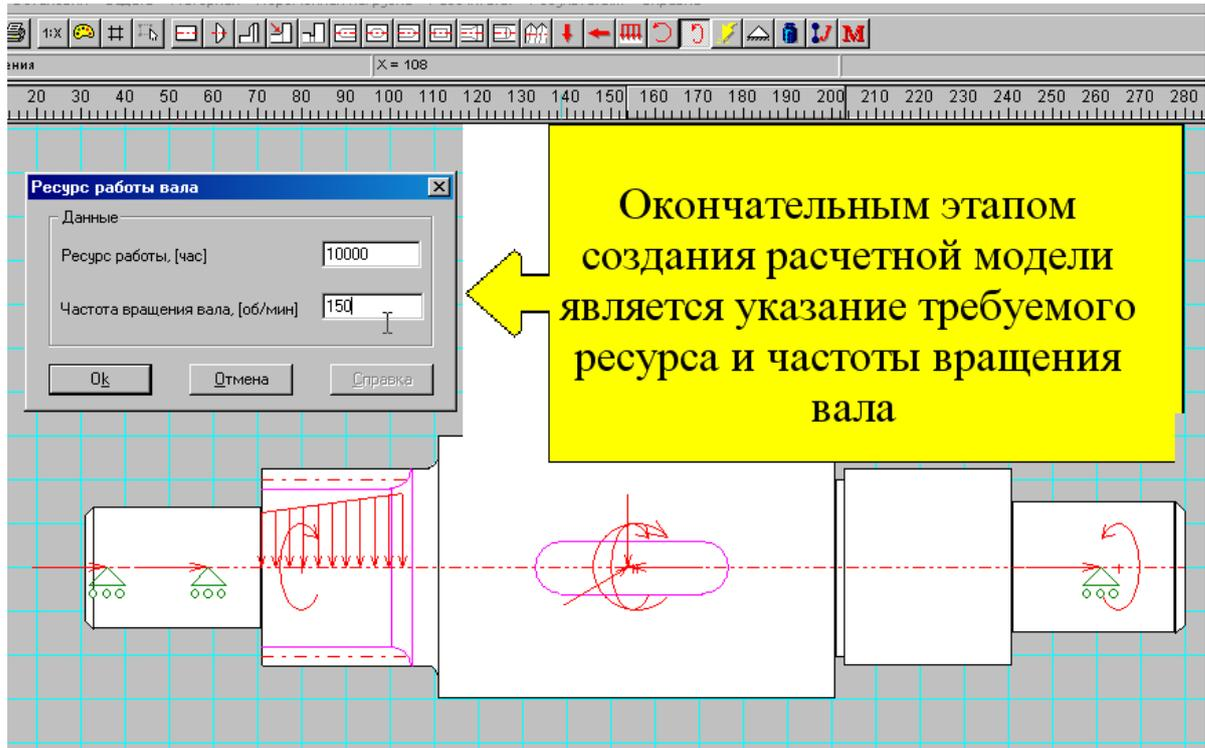

Рисунок 2.47 Диалог Ресурс работы вала
По команде **Общий расчет вала** выполняются расчеты вала на статическую и усталостную прочность. Перед расчетом на экран выводится диалог ресурса работы вала (рисунок 2.47).
**Задание 24.** Установите ресурс работы и частоту вращения вала по образцу (рисунок 2.47)